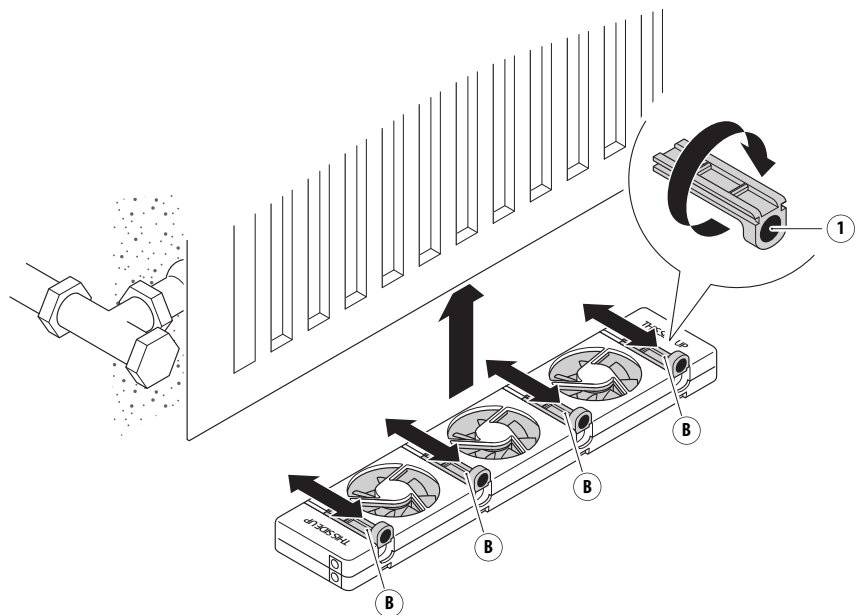

Fig. 5 – Fixation du SpeedComfort (A) sur un radiateur à simple panneau.
1. Placez les glissières **magnétiques réglables** (B) de manière à ce que les aimants (1) soient tous situés du même côté et orientés vers le haut. Retirez le **bloc factice** (K) situé en face des **glissières magnétiques** réglables (B) dans le boîtier, puis jetez-le avec les déchets plastiques.
3. Effectuez les mêmes étapes 1 et 2 que pour le radiateur large. Utilisez les **glissières magnétiques réglables** (B) pour fixer le **SpeedComfort** (A) à l'arrière du radiateur à simple panneau (voir Fig. 5).